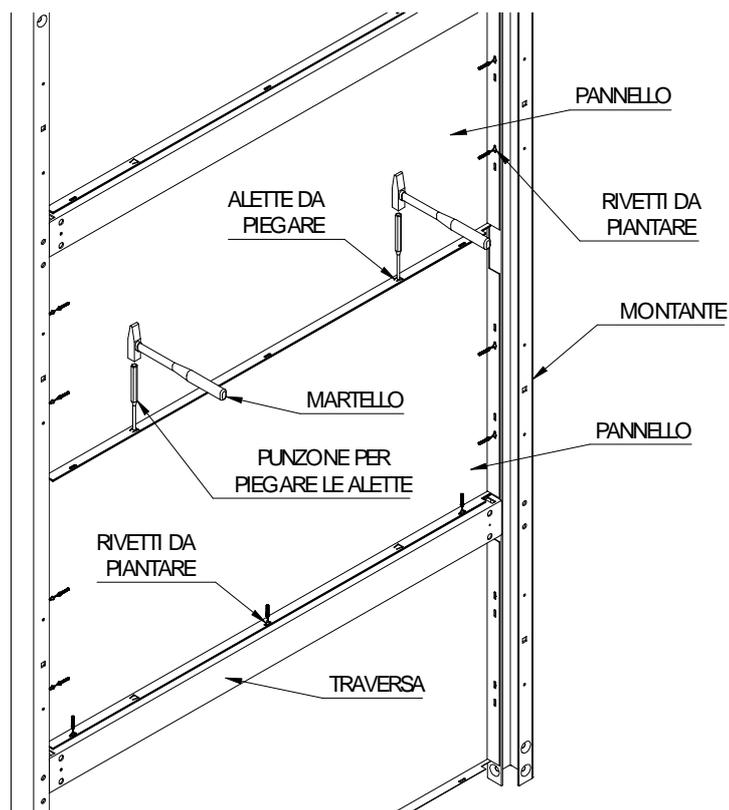

Fig. 11.1
- ✓ A montaggio terminato ogni finestratura dovrà avere i fissaggi (Fig.11.1).